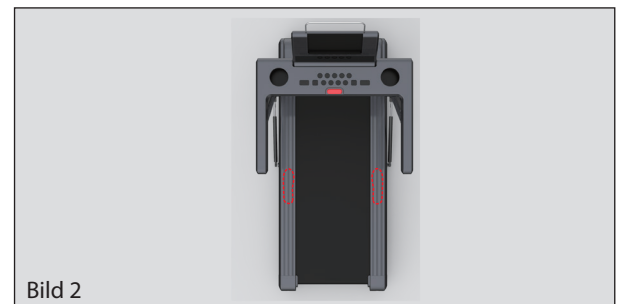

Bild 2
- Stellen Sie die beiden Beine auf die Sicherheitstrittflächen (BILD 2).
- Bitte beachten Sie, dass Sie immer auf den Sicherheitstrittflächen (BILD 2) stehen wenn Sie Ihr Training starten und erst nach einigen Sekunden die Lauffläche betreten.